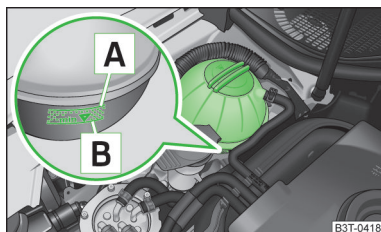

Fig. 132
Pentru completare, utilizați numai antițigelul a cărui denumire o găsiți pe vasul de expansiune al lichidului de răcire » fig. 132 la pagina 149.
- Nu adăugați lichid de răcire deasupra marcajului **A** » fig. 132 la pagina 149.
Vasul de expansiune pentru lichidul de răcire se află în compartimentul motorului » fig. 132.
Descrierea imaginii » fig. 132
- Verificați nivelul lichidului de răcire la vasul de expansiune al lichidului » fig. 132.
Când motorul este cald, rezultatul verificării poate fi inexact. Nivelul se poate afla chiar și peste marcajul **A** » fig. 132.